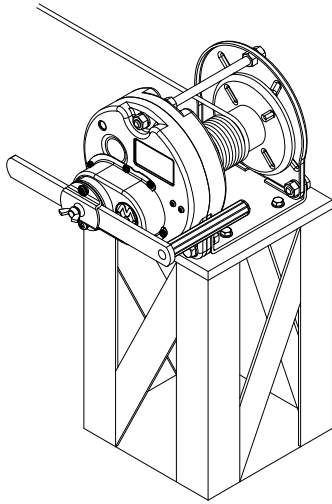

図13 ウインチ正置の場合
- ウインチで荷を宙吊りにしたまま、長時間放置する場合は、13 頁の図 13～15 のようにハンドルを裏返しに（グリップをドラム側に）セットしておくことで、誤ってストッパームに触れてしまったりブレーキを解除してしまったりしたときでも、ハンドルが回転しないので荷が落下する事故を防ぐことができます（RST・RSB・ERSB 型を除く）。この場合もしっかりとハンドル固定つまみをねじ込んでください。